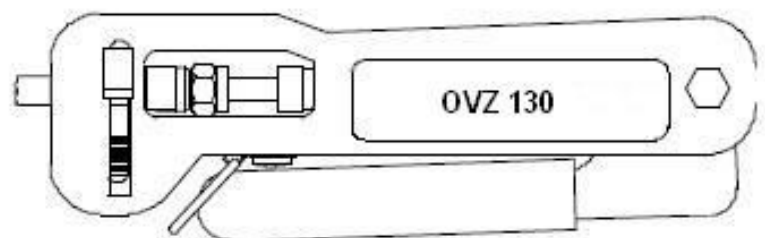

Bild 6
10. Verpressen Sie den Stecker komplett, indem Sie den Handgriff des Werkzeugs bis zum Anschlag zudrücken (Bild 6).